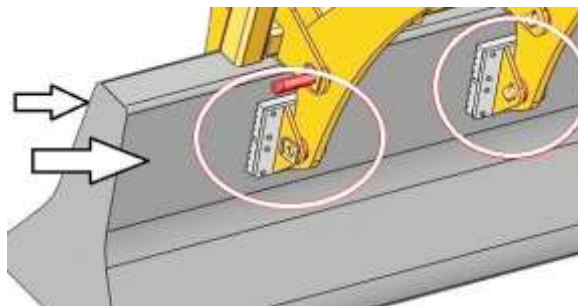

Abb. 1 (Area di presa delle ganasce in gomma)
Le pinze per barriere di sicurezza in calcestruzzo (BSZ-KH) sono adatte esclusivamente per la presa e il trasporto orizzontale e centrale di elementi di barriere di sicurezza in calcestruzzo (ad es. profilo New Jersey) con una pendenza massima di 6° (nell'area di presa delle ganasce in gomma → Fig. 1 - 3) in collegamento con qualsiasi dispositivo di trasporto come escavatori, autocarri e gru.
Poiché vi è il rischio di scivolare quando si afferrano oggetti fortemente conici (>6° di inclinazione), con il dispositivo (BSZ-KH) si possono afferrare solo oggetti leggermente conici (fino a un massimo di 6° di inclinazione) (elementi di barriera di sicurezza in calcestruzzo) (Fig. 1 e 2).
- Se il puntatore si trova al centro della tacca quando l'oggetto da afferrare viene sollevato, il campo di presa è impostato in modo ottimale (Fig. 1).